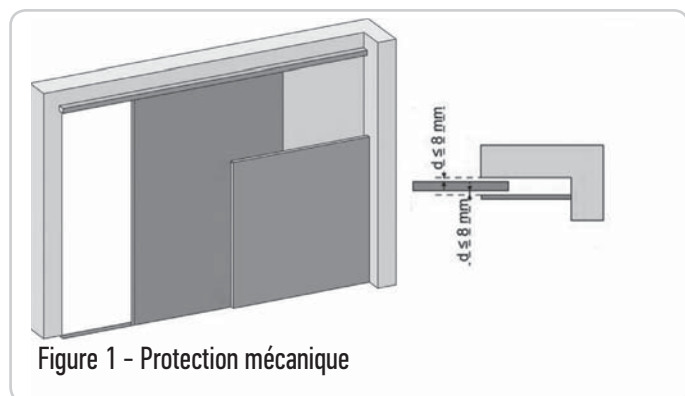
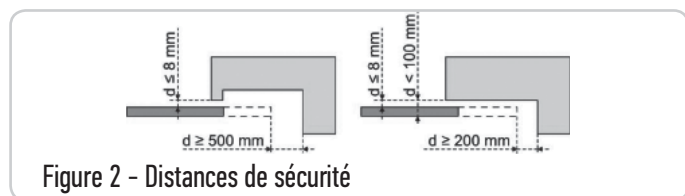

Figure 1 - Protection mécanique
Figure 2 - Distances de sécurité
ZONE 2 Risque d'écrasement avec une partie fixe attenante	Détection d'obstacle intrinsèque à la motorisation. Valider impérativement que la détection d'obstacle est conforme à l'annexe A de la norme EN 12 453). Protection par une protection mécanique (voir Fig.1) ou par des distances de sécurité (voir Fig.2)
2.1 Composition - Fig. 1
2.2 Domaine d'application - Fig. 2
Types de portes (Fig.2)
Dimensions portes (Fig. 2)